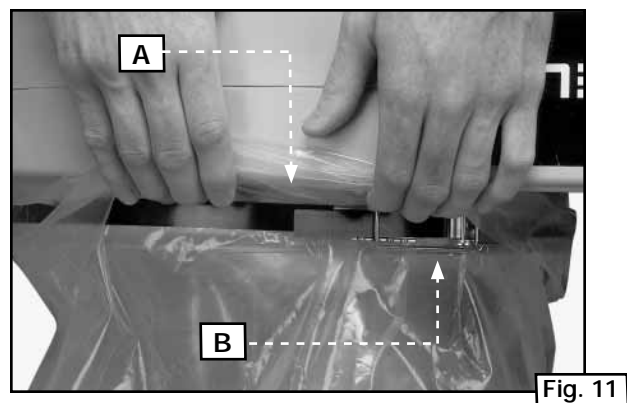

Fig. 11
2. Coloque la abrazadera y la bolsa plástica (A) Fig. 11 sobre el conjunto del soplador. Sujete firmemente la abrazadera (B).